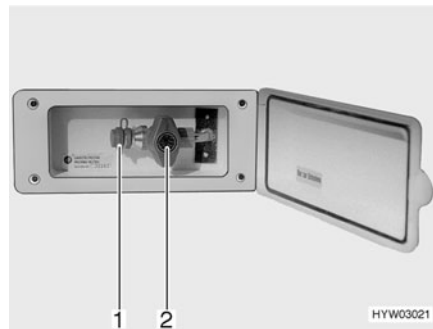

Fig. 79 Toma exterior de gas, válvula de paso de gas cerrada
La toma exterior de gas (Fig. 79) se encuentra en la parte delantera derecha.
- Conectar el aparato de gas externo en el punto de conexión (Fig. 79,1).
- Abrir la válvula de paso de gas (Fig. 79,2).